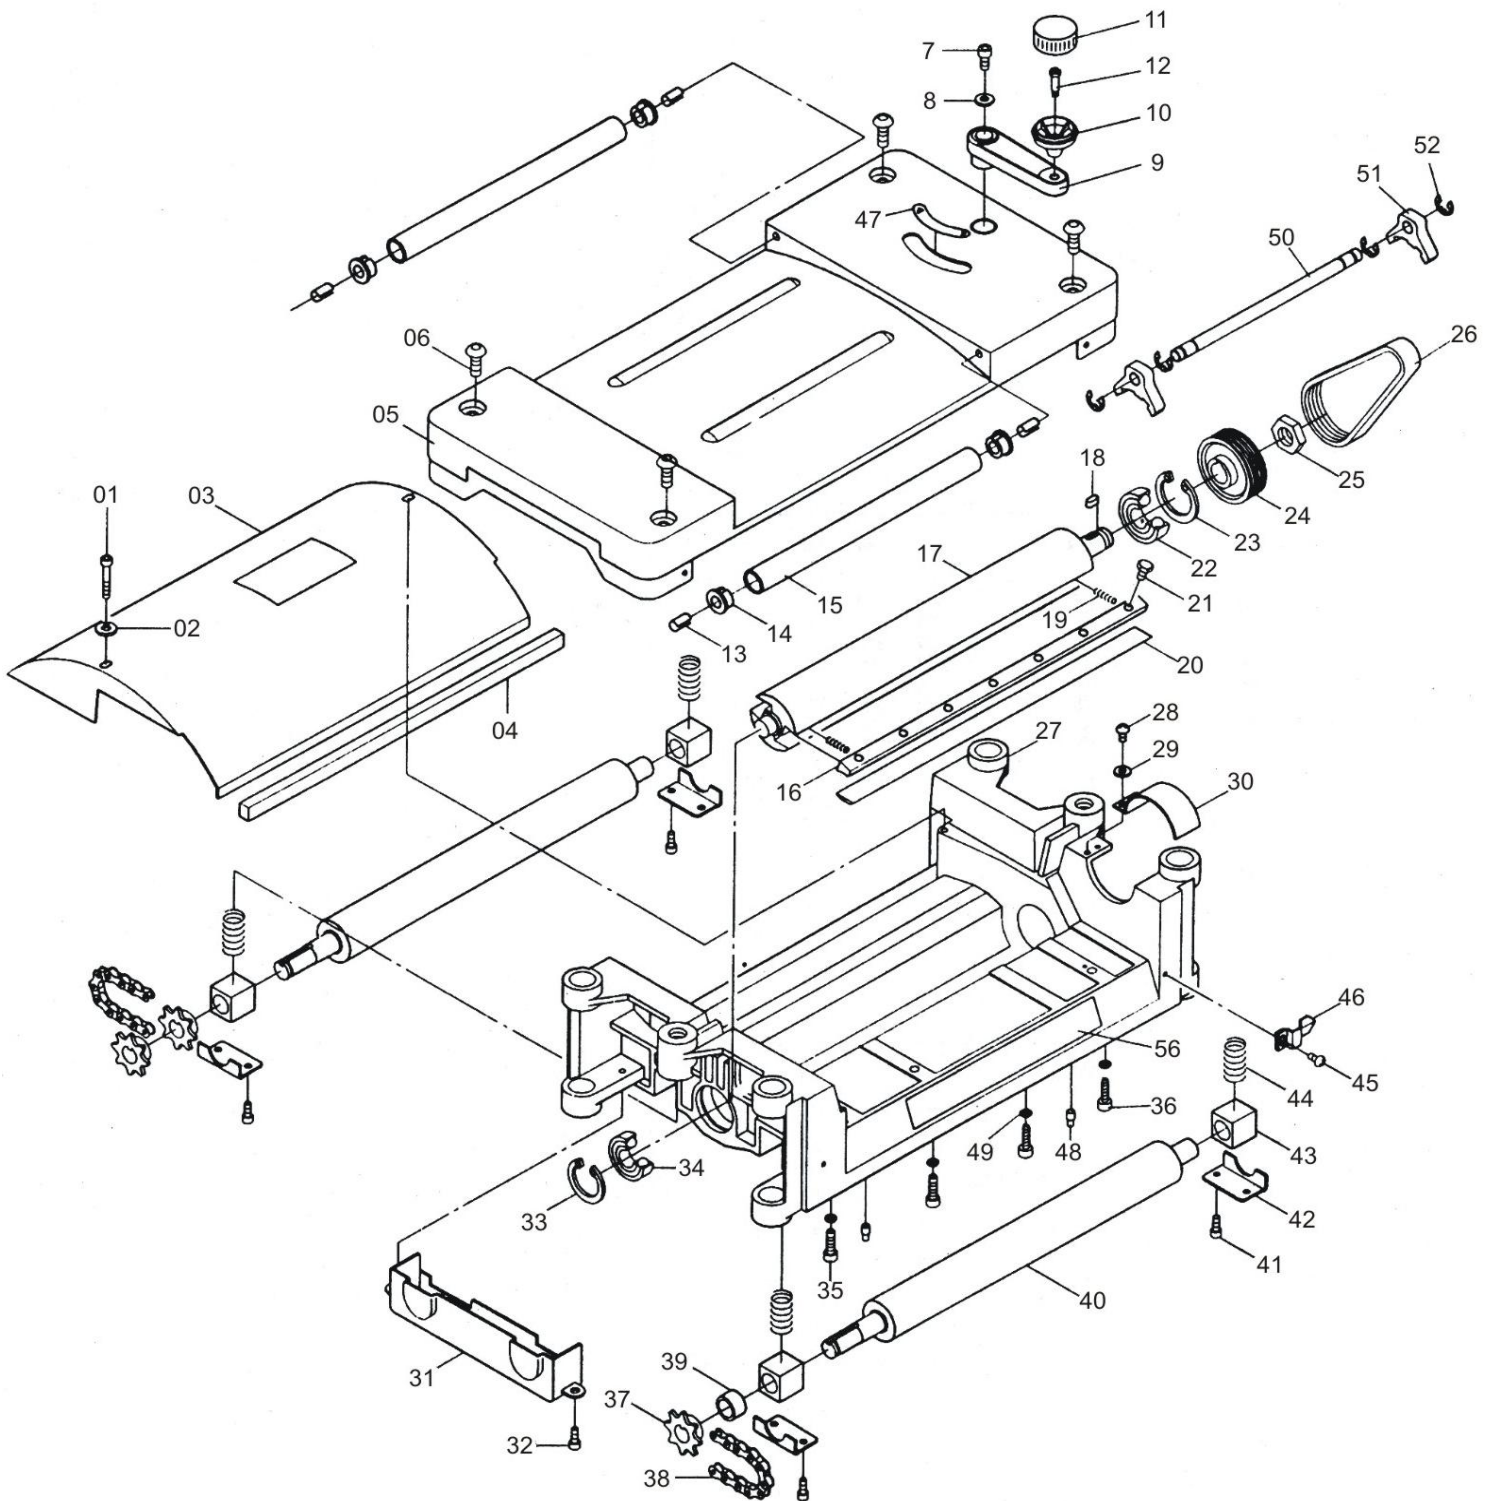

Рис. 1
12.2.8. Калибр (В) из комплекта поставки для установки ножей (23), Рис.1, плотно прижмите к строгальному валу (13). С помощью калибра (В) вылет ножей (23) устанавливается приблизительно на 1,5 мм.
Детали сборки (Рис. 1)**